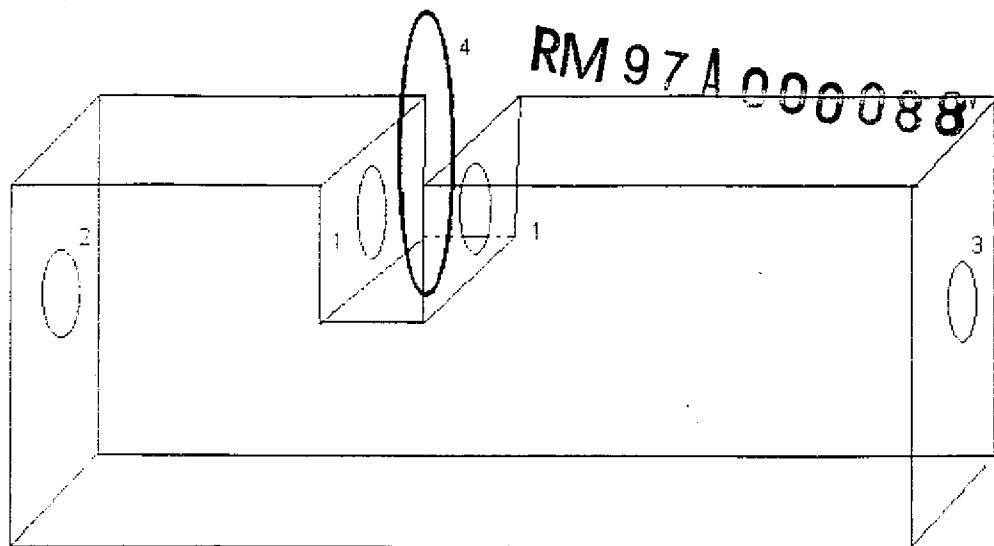

FIGURA 1
- 6) "COFANBLOCK" è quindi un lucchetto con funzionamento elettrico ma si può realizzare, raggiungendo i medesimi risultati, con funzionamento idraulico, pneumatico o magnetico. (Figura 1)
- 5) SCATOLA SAGOMATA COME IN FIGURA 1) IN ACCIAIO O MATERIALE RESISTENTE AD URTI CON POSSIBILITA' DI ESSERE FISSATA AD UN SUPPORTO PER MEZZO DEI FORI N.10 FIG.2 OPPURE ATTRAVERSO STAFFETTE.